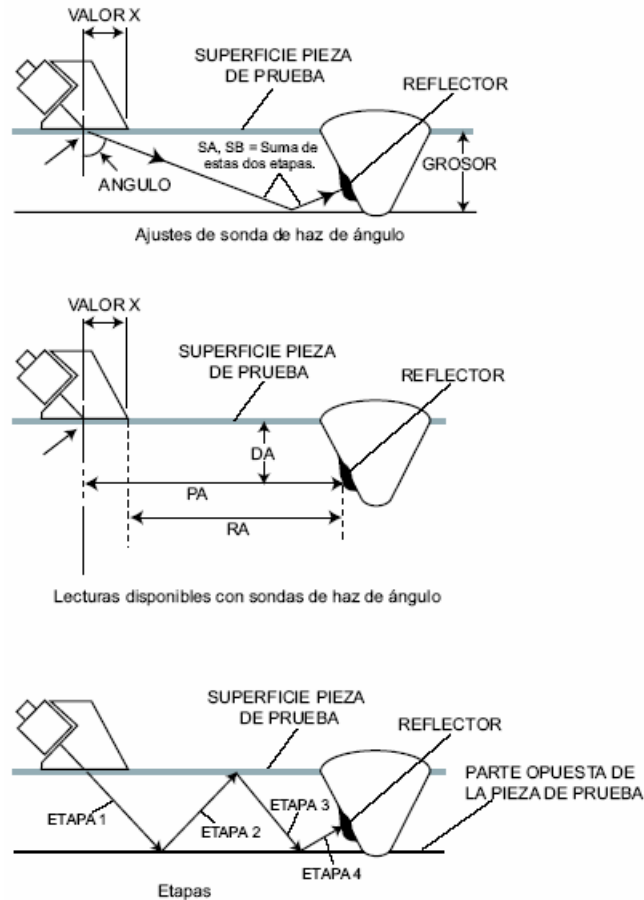

Figura 5-4 Detección de Fallas con Haz Angular
Cuando conecta un sensor de haz angular al instrumento, se deben realizar ajustes de acuerdo a las características del sensor, así como de la geometría de la pieza a inspeccionar. Estas características son mostradas en la Figura 5-4 e incluyen:
La pierna en la cual un reflector es encontrado, como se identifica en la Figura 5-4, puede ser visualmente indicada en la pantalla del instrumento utilizando color. Ajustando la función COLOR LEG (localizada en el submenú TRIG del menú GATES)
- **DA** – La profundidad del material desde la superficie de la pieza de prueba (sensor – cara de contacto) al reflector representado por el eco en la compuerta A (ver la Figura 5-4)
- **PA** – Distancia de proyección desde el BIP del sensor hasta el reflector representado por el eco en la compuerta A, (ver la Figura 5-4).
- **RA** – Distancia de proyección desde el BIP del sensor hasta el reflector representado por el eco en la compuerta A, menos el valor ingresado de X, (ver Figura 5-4).